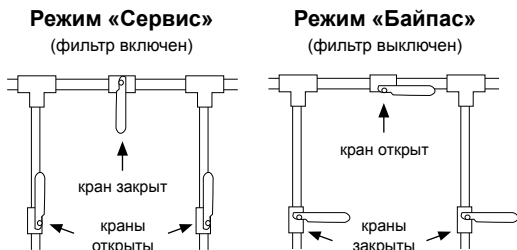

Рис. 3
* Для удобства подключения к входному порту №1 «Подача воды» (см. рис. 3) используйте удлинитель.
Правила эксплуатации водопроводно-канализационных систем предполагают использование на месте установки системы фильтрации перепускного крана (см. рис. 3). Перепускной кран упрощает установку и обслуживание системы фильтрации. Он также, в случае необходимости, обеспечит подачу к потребителю
- 3 После завершения промывки откройте выходной кран (положение кранов **«Сервис»**, см. рис. 3). Сливайте воду через систему фильтрации в течении 15 минут (например откройте кран в ванной комнате, а через 15 минут закройте). Система фильтрации готова к работе.